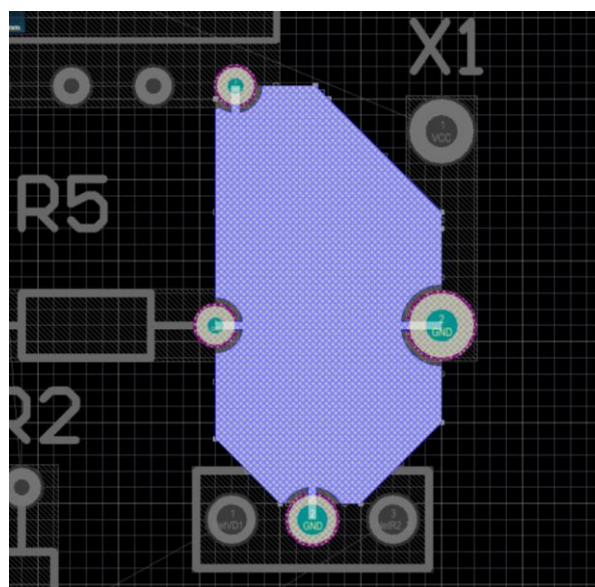

Рис. 5.20
7) Натисніть лівою кнопкою миші по центру одного з контактів. Послідовними натисканнями лівою кнопкою миші намалюйте контур полігона таким чином, щоб він перетнув кожен підсвічений контакт. Після завершення контуру натисніть праву кнопку миші щоб створити полігон (Рис. 5.20).